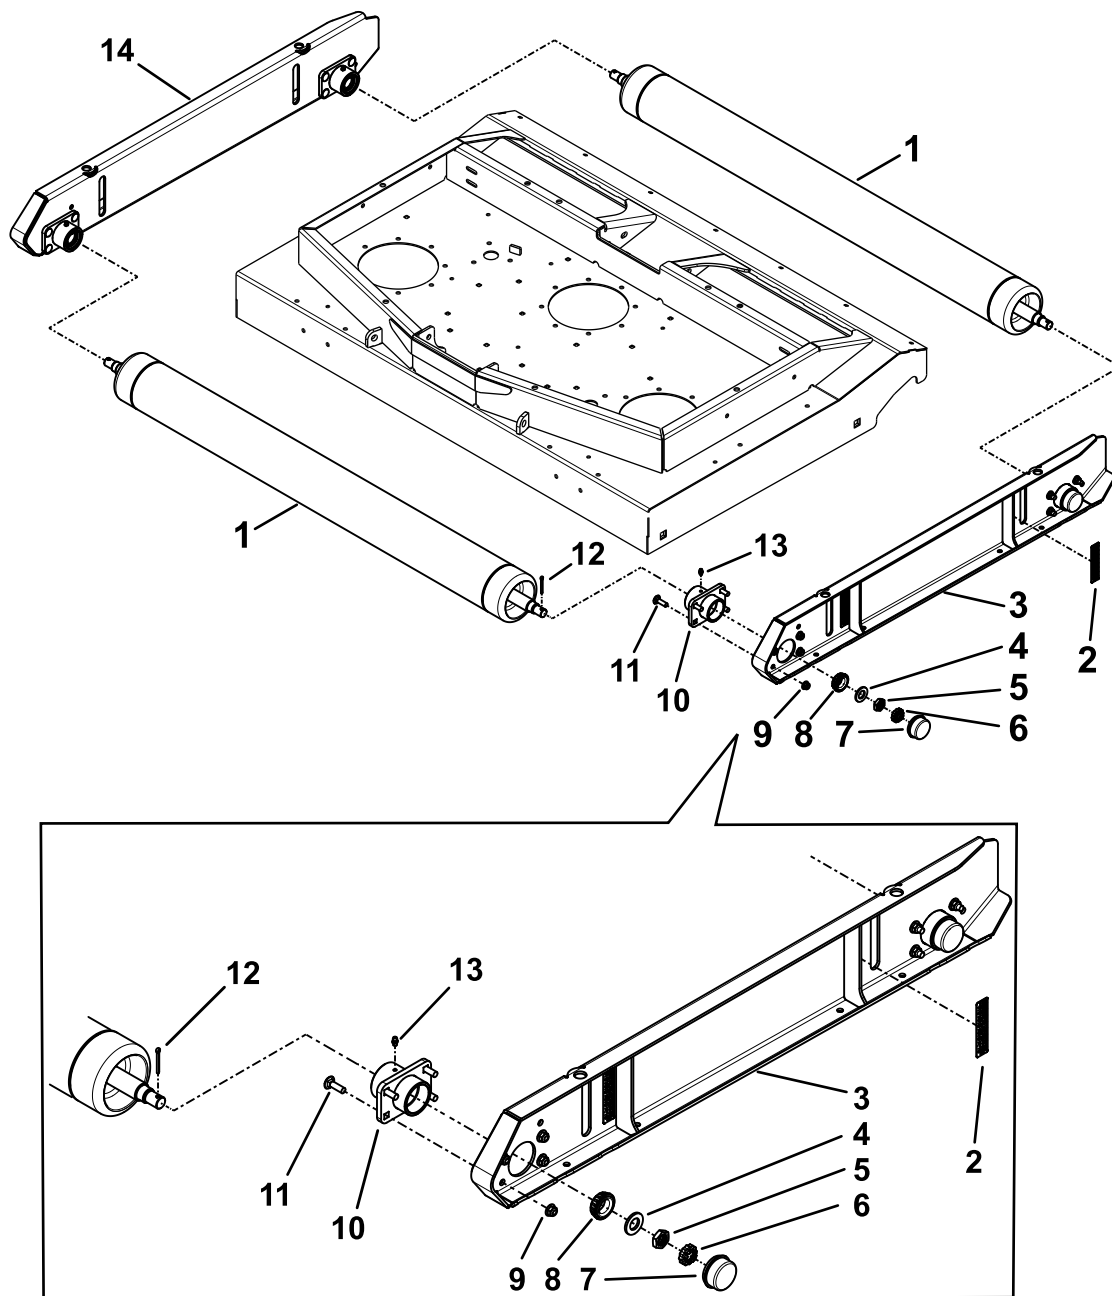

Figure 3
1. Montez les graisseurs dans les moyeux (Figure 3).
4. Fixez les moyeux sur chaque patin à l'aide de 16 boulons de carrosserie ($\frac{3}{8}$ " x 1 $\frac{1}{4}$ ") et 16 écrous à embase ($\frac{3}{8}$ "), voir Figure 3.
6. Montez les rouleaux sur le patin assemblé avec 2 roulements, 2 rondelles plates, 2 écrous (11/32") et 2 contre-écrous (Figure 3).
8. Insérez la goupille fendue après avoir réglé le contre-écrou (Figure 3).
10. Montez les rouleaux sur le patin assemblé avec 2 roulements, 2 rondelles plates, 2 écrous (11/32") et 2 contre-écrous (Figure 3).
13. Installez les goupilles fendues et vérifiez que toutes les 4 s'engagent dans les contre-écrous (Figure 3).
16. Placez les capuchons de protection à chaque extrémité des rouleaux (Figure 3).